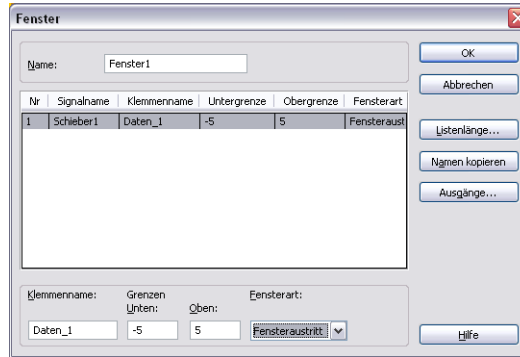

Abbildung 7-3. Festlegen der Fensterbedingung
- a. Geben Sie wie in Abbildung 7-3 als untere Grenze den Wert -5 , als obere Grenze den Wert 5 und als **Fensterart** Fensteraus- tritt ein.